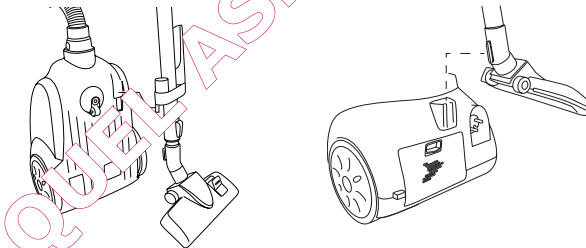

Figure 9 Rangement de l'aspirateur
3. Placez l'aspirateur debout. Repliez complètement le tuyau télescopique. À l'arrière de l'aspirateur, à côté de la roue avant, se trouve l'encoche de fixation pour le support du tuyau télescopique (voir la figure 9). Enfoncez le bas du support à accessoire dans l'encoche.